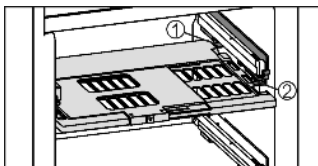

Fig. 14
- ▶ Vložení police s regulací vlhkosti: Výstupky víka police zespod zaveďte do zadních držáků Fig. 14 (1) a vpředu zaklesněte do držáku Fig. 14 (2).